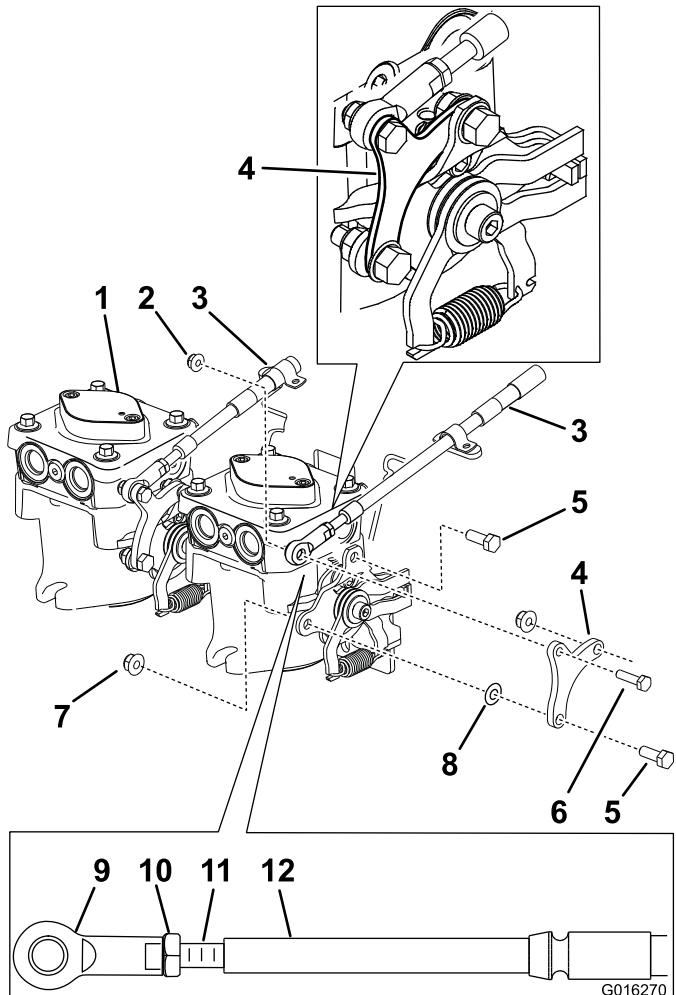

Bild 13
6. Nehmen Sie die vorhandenen Pumpenarme von jeder Pumpe ab (Bild 13). Bewahren Sie die Befestigungen auf.
9. Befestigen Sie den neuen Pumpenarm mit zwei vorhandenen Schrauben (5/16 x 7/8 Zoll) und zwei vorhandenen Bundmuttern (5/16 Zoll) an jeder Pumpe (Bild 13).
10. Befestigen Sie das untere Kabelende mit einer Schraube (1/4 x 1 Zoll) und einer Bundmutter (1/4 Zoll) am neuen Pumpenarm. Wiederholen Sie die Schritte für die andere Seite (Bild 13).